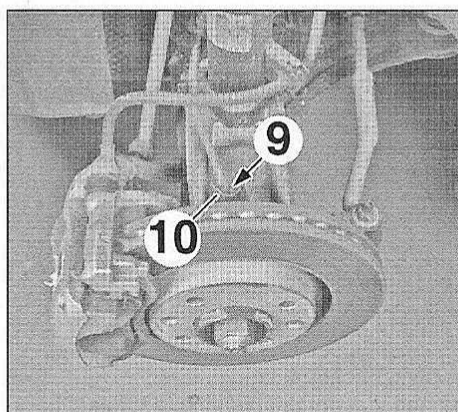

FIG.63
- Déposer (Fig.63) :
- la vis (9),
- le capteur de roue avant et sa protection (10).